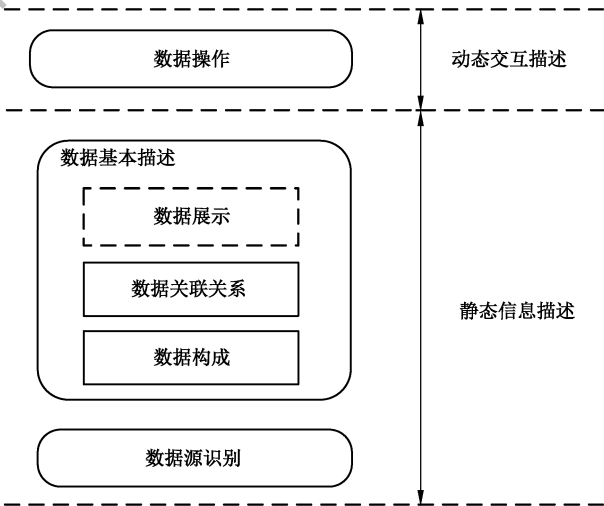

图 3 数据采集结构化描述架构框图
针对以上工业物联网系统数据采集过程,对其数据源及其数据的描述可分为两层,一是对采集数据源及其数据的静态描述,包括数据源识别描述和数据构成描述;二是对采集过程中数据使用者和数据源之间交互的动态描述,包括数据操作,如图 3 所示,分述如下:
- 3) 数据展示:对采集数据通过交互界面、表格、图等形式进行展示,该功能为可选,在图 3 中用虚线表示。